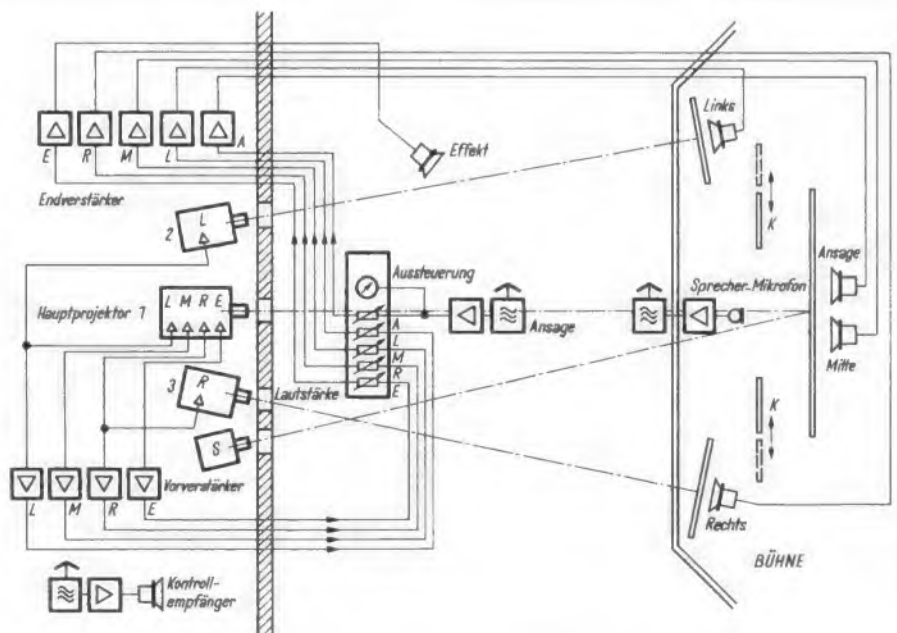

Bild 2. Schaltschema und Lageskizze von Elektroakustik und Projektion
Das Bild 2 zeigt ein Schaltschema der gesamten Elektroakustik. Zentrale Einheit ist der mittlere Projektor (1), ein Zeiss-Ikon-Projektor im Cinemascopeformat für 4-Kanal-Magnetton auf Randspuren. Abweichend von der Kinonorm läuft er mit 25 Bildern pro Sekunde, der Film ist darauf abgestimmt. Dieser Projektor ist fast während des ganzen eineinhalbstündigen Programms in Betrieb, er füllt die acht bis zehn Meter breite Hauptleinwand oder die eingeschobenen Kulissenleinwände. Bei Ballettszenen schafft er den dynamischen, in die Choreografie einbezogenen Hintergrund.